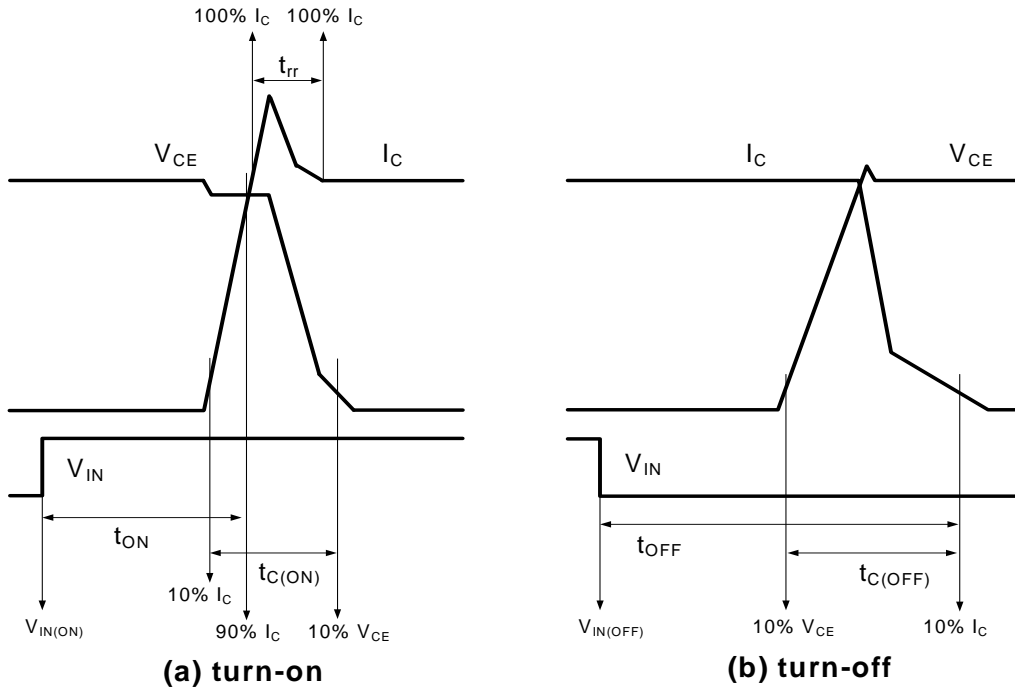

图 4. 开关时间的定义
7. t_{ON} 和 t_{OFF} 包括模块内部驱动 IC 的传输延迟时间。 $t_{C(ON)}$ 和 $t_{C(OFF)}$ 指在内部给定的栅极驱动条件下, IGBT 本身的开关时间。详细信息, 请参见图 4。